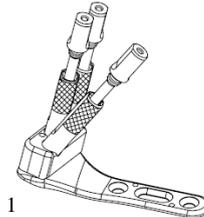

図 1
- 1) プレートの遠位部スクリューホールに、ブロック型ガイド (ロング) を設置し、遠位ドリルスリーブをセットアップした後、遠位ガイドピンスリーブを組み付けます。(図 1)